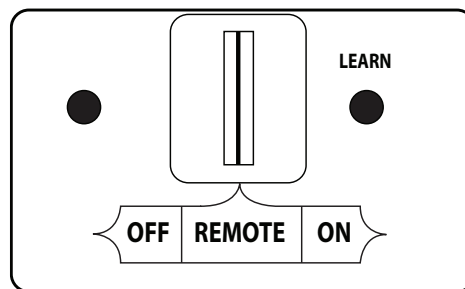

Fig. 34-2 Détail récepteur de télécommande (REMOTE)
1. Assurer la veilleuse est allumée. Ensuite, localisez le commutateur à 3 positions sur le récepteur de la télécommande (voir Fig. 34-2), Et faites glisser le commutateur sur la position **REMOTE**.